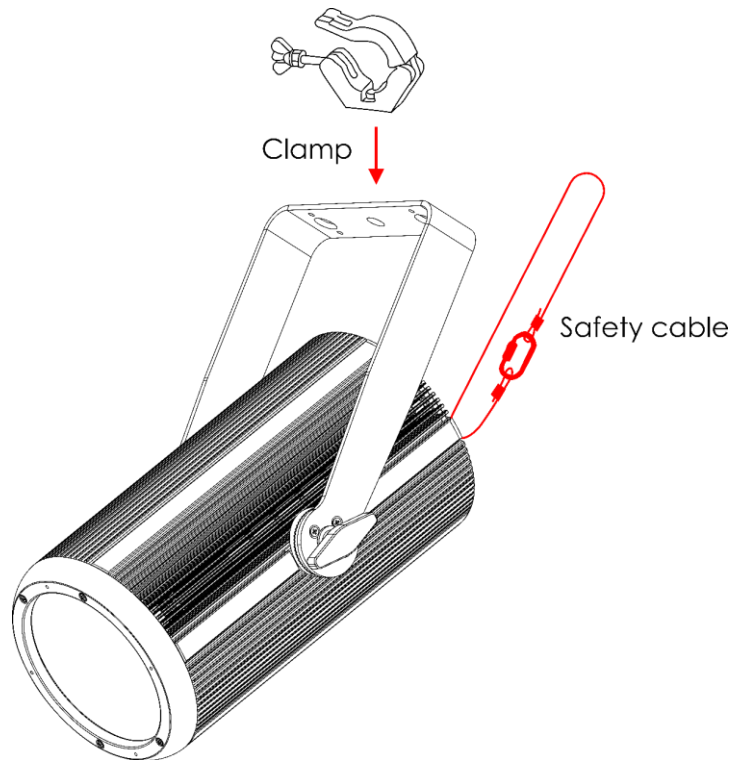

Abb. 07
- 01) Befestigen Sie das Gerät mit einer Schelle an der Tragstruktur, wie in Abb. 07 dargestellt. Stellen Sie sicher, dass sich das Gerät nicht frei bewegen kann.
- 02) Sichern Sie das Gerät mit einer Sekundäraufhängung, z. B. einem Sicherheitskabel. Stellen Sie sicher, dass die Sekundäraufhängung das 10-fache Gewicht des Geräts tragen kann. Wenn möglich, sollte die Sekundäraufhängung unabhängig von der Primärhalterung an der Tragstruktur befestigt werden. Führen Sie das Sicherheitskabel durch den **Sicherheitsring (05)** wie in Abb. 07 gezeigt.